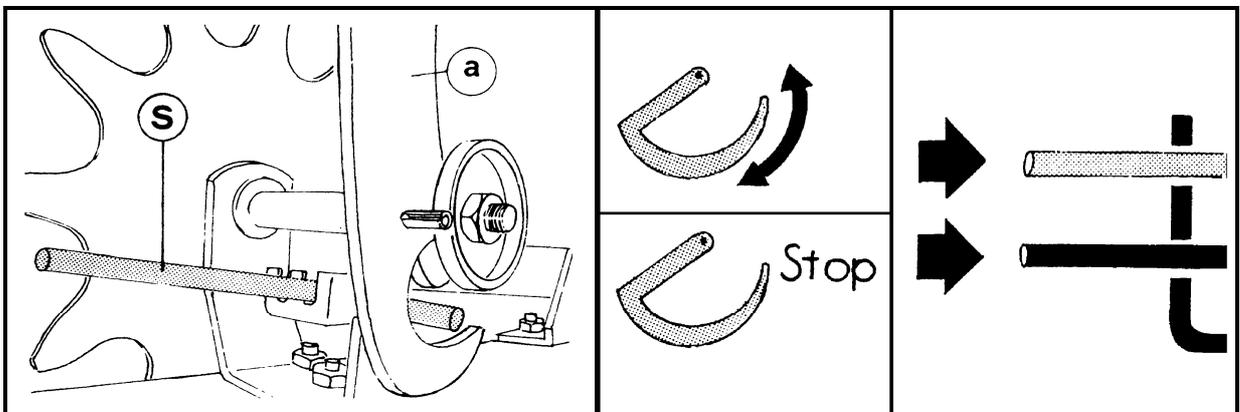

Рис.1
25. Во время закладывания верёвки защищающий рычаг (S) должен находиться в положении "stop" (рис.1), надо тоже выключить двигатель трактора.